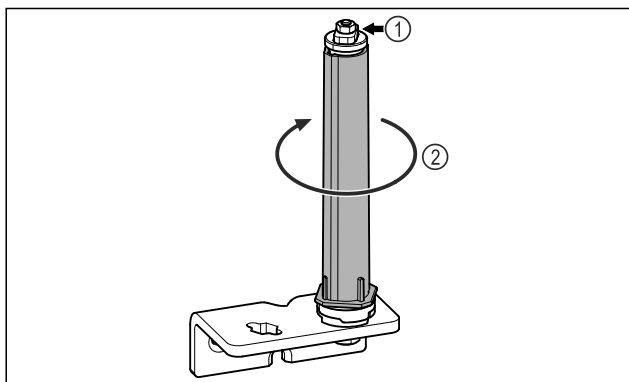

Fig. 29
► Ne szedje szét az ajtózáro rendszert Fig. 29 (1).
► Forgassa el a zárórendszert Fig. 29 (2), amíg az be nem kattann.